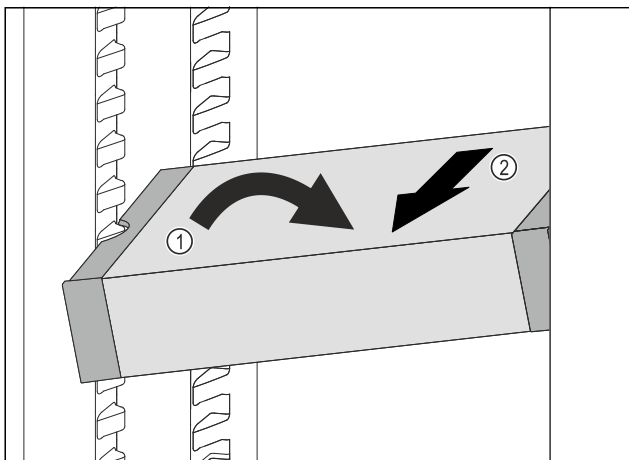

Fig. 86
- ▶ Расположите VarioSafe в холодильном отделении под наклоном. Fig. 86 (1)
- ▶ Извлеките VarioSafe движением вперед. Fig. 86 (2)